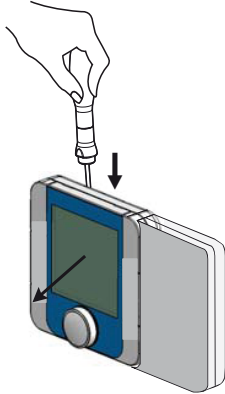

Fig. 1
1. separare la parte anteriore da quella posteriore del terminale utilizzando un cacciavite (fig.1);
Inserire un cacciavite nella fessura superiore (fig.1) e premere verso il basso per estrarre il display.
1. separate the front from the rear of the terminal using a screwdriver (Fig. 1);
Insert a screwdriver into the slot at the top (Fig. 1) and press downwards to detach the display.